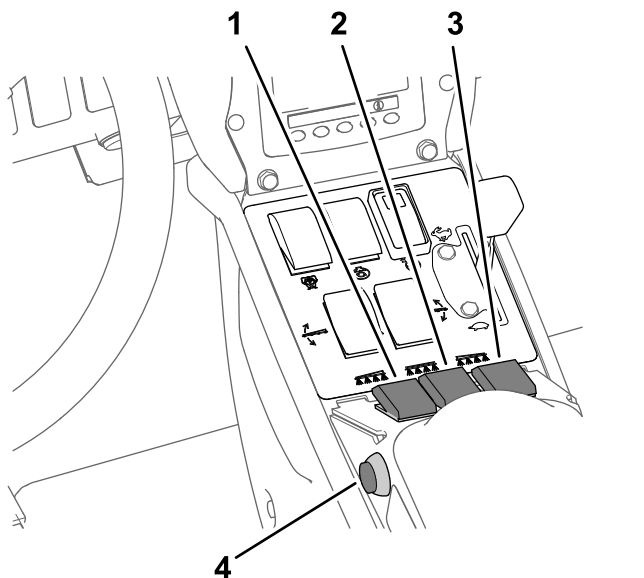

图 39
- 将打药机喷洒臂段开关设定至开启位置 图 39。
- 以所需速度行驶然后将主喷洒臂段开关设定至开启位置开始喷洒 图 39。
3. 将主喷洒臂开关设定至关闭位置请参阅 以喷洒率模式喷洒 \(页码 31\) 中的图 39。
7. 需要时将单个喷洒臂段开关设定至开启位置请参阅 以喷洒率模式喷洒 \(页码 31\) 中的图 39。
9. 以所需速度行驶然后将主喷洒臂段开关设定至开启位置开始喷洒请参阅 以喷洒率模式喷洒 \(页码 31\) 中的图 39。